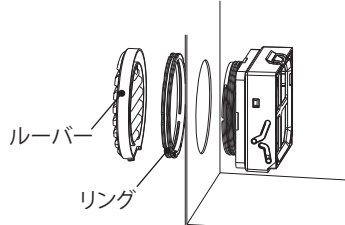

図4
② WLP-13(C) に付属されている取扱説明書に従い、WLP-13(C) をキャビネットに固定してください。(図4)